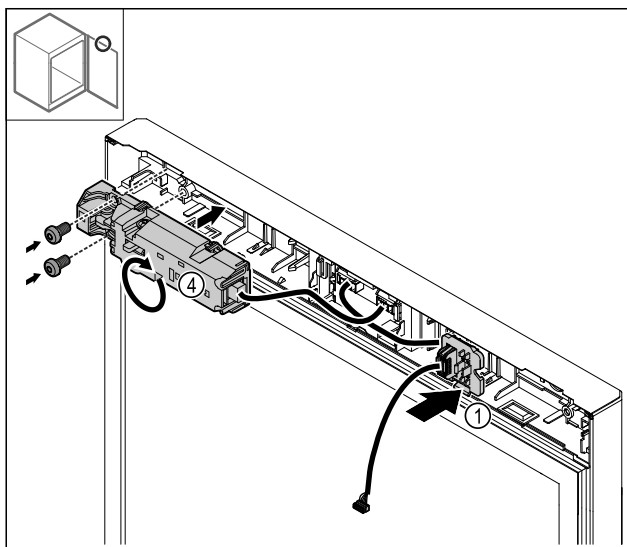

Fig. 25
- Innestare il supporto della spina Fig. 25 (1) sul lato opposto.
- Ruotare la serratura elettrica Fig. 25 (4) di 180° e fissarla sul lato opposto.